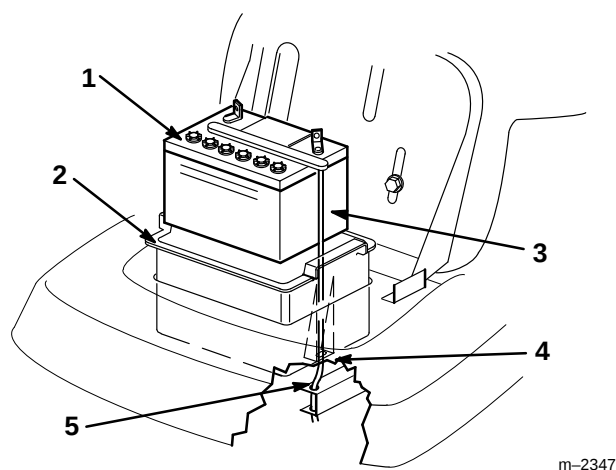

Abbildung 21
5. Batteriekasten, Batterie und den langen Entlüftungsschlauch vom Chassis entfernen (Abb. 21).
1. Die Batterie in den Batteriekasten setzen und den Entlüftungsschlauch in den Kanal und durch den Schlitz in der Unterseite des Kastens schieben (Abb. 21).
Wichtig: In den ausgeschnittenen Bereich hinuntersehen, wo der Batteriekasten im Chassis sitzt. Auf die Löcher am Ende der rechten Rahmenstange achten (Abb. 21). Immer den langen Batterie-Entlüftungsschlauch durch die Löcher anbringen, um zu verhindern, daß Batteriesäure Traktor und Mähwerk angreifen kann.
2. Batteriekasten und Batterie im Chassis anbringen (Abb. 21). Darauf achten, daß das Ende des Entlüftungsschlauchs durch die Löcher im Rahmen geschoben wird (Abb. 21).